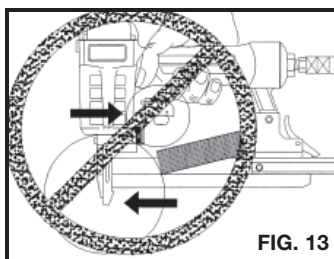

FIG. 13
20. **Não carregue os prendedores com o gatilho ou o elemento de segurança pressionados, para evitar o disparo não intencional de um prendedor.** Fig. 13